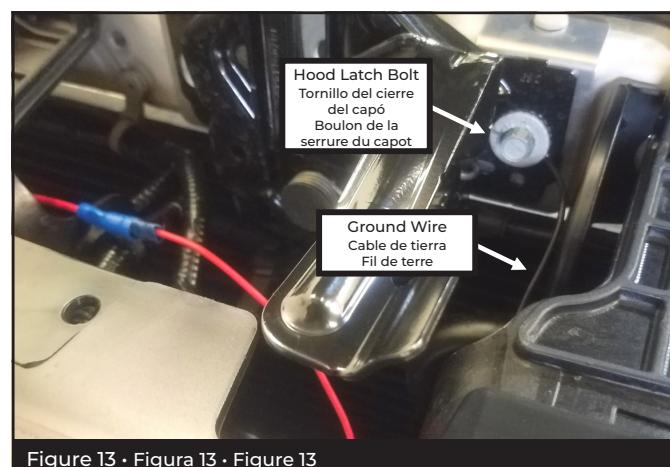

Figure 13 • Figura 13 • Figure 13
**Connect Add-A-Fuse harness to red wire from LED emblem. Strip ~1/2" of insulation from black wire, and ground to chassis. For example, loosen (do not remove) the 10mm bolt holding hood latch enough to wrap black ground wire around bolt. Tighten bolt, making sure wire is secured. (Fig 13)**
**Fr** Connectez le harnais du fusible supplémentaire au fil rouge de l'émblème LED. Dénudez ~ 1,25 cm (1/2") de l'isolation du fil noir, et connectez-le au châssis pour mise à terre. Par exemple, dévissez (sans enlever) le boulon de 10mm fixant la serrure du capot assez pour enrouler le fil noir de mise à terre autour du boulon. Serrez le boulon, en s'assurant que le fil est sécurisé. (Figure 13)